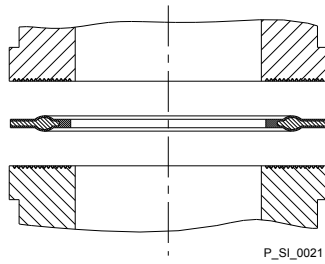

Fig. 14: Anillo de junta perfilada con pieza de inserción acanalada
- Los anillos de junta perfilada en PTFE incorporados en la bomba (con un resalto para las conexiones de la bomba) hermetizan las uniones entre las válvulas de la bomba acanaladas y las piezas de inserción también acanaladas de ProMinent (véase Fig. 14).